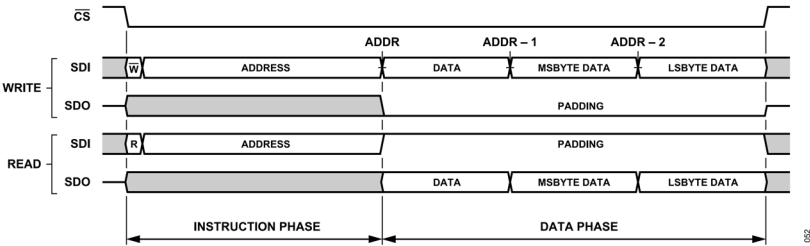
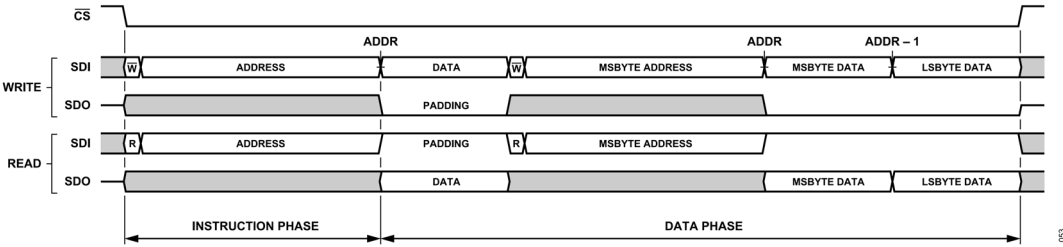
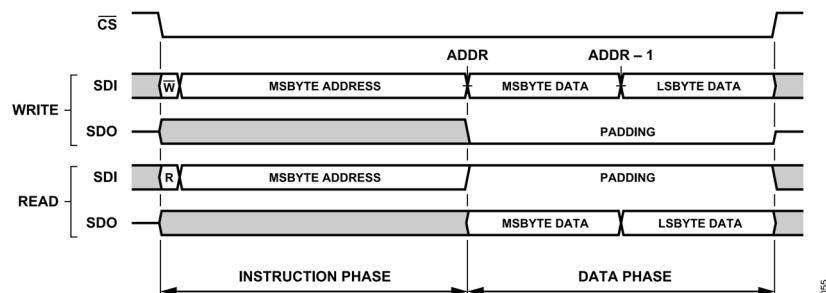
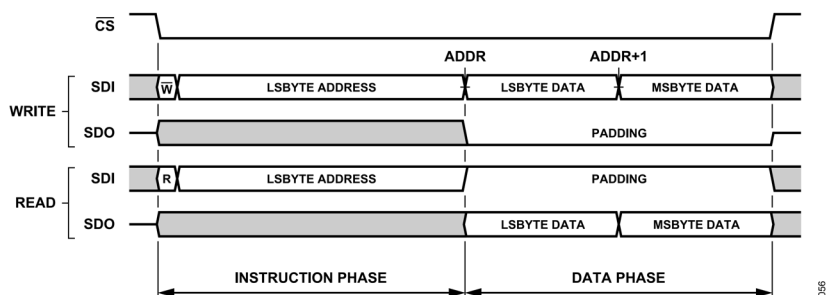

図 56. インターフェース・アクセスの例、インターフェースのデフォルト設定、ストリーミング・モード (ADDR\_ASCENSION = 0)
図 57. インターフェース・アクセスの例、単一命令モード (SINGLE\_INST = 1)、その他すべてのインターフェース・オプションのデフォルト
図 59. 単一命令フォーマット、ADDR\_ASCENSION = 0 (デクリメント)、STRICT\_REGISTER\_ACCESS = 1 (イネーブル済み)
図 60. 単一命令フォーマット、ADDR\_ASCENSION = 1 (インクリメント)、STRICT\_REGISTER\_ACCESS = 1 (イネーブル済み)
図 56 は、デフォルトのインターフェース設定を使用したシリアル・トランザクションの汎用 SPI フレーム・フォーマットを示しています。この例では、バイト幅レジスタとマルチバイト・レジスタで構成される設定レジスタ空間の一部がアクセスされます。バイト幅レジスタのアドレスは最上位アドレス (ADDRESS) にあり、マルチバイト・レジスタの最上位バイトはレジスタ・セグメントの最下位アドレスにあります。デフォルトでは、ADDR\_ASCENSION プロパティは降順に設定されています。これは、最上位のレジスタのアドレスが命令フェーズ中にホスト・コントローラに渡されることを示します。選択さ
単一命令モード (SINGLE\_INST = 1) では、メモリ・アクセス・コントローラは、図 57 に示すように、所与の SPI フレーム内でアクセスされる各レジスタに対して伝送する命令フェーズを必要とします。このモードは、特定の SPI フレーム内でレジスタ空間の隣接していないセクションへのアクセスが必要な場合に便利です。ストリーミング・モードでは、一意のレジスタ・アクセスごとに新しい SPI フレームを開始することで、同じアクセスの柔軟性を実現できることに注意してください。
前のセクションで説明したように、アドレス・アセンション選択 (ADDR\_ASCENSION) ビットは、ストリーミング・モード (SINGLE\_INST=0) で AD4084 に伝送されるデータの各バイトに対して内部インターフェース・アドレス・ポインタがどのように更新されるかを決定します。単一命令モード (SINGLE\_INST = 1) を使用する場合、各レジスタは、図 57 に示されるように、それ自身の命令フェーズを通して直接アドレス指定され、したがって、アドレス・ポインタは更新されません。SINGLE\_INST の設定にかかわらず、ADDR\_ASCENSION ビットは、命令フェーズの開始アドレスの選択およびデータ・フェーズ・ペイロードのバイト順序に関して、SPI フレームのフォーマットに直接影響します。この影響については、厳密アクセス選択とマルチバイト・レジスタのセクションで詳しく説明します。これは、データ・フォーマットの多くがこのインターフェース設定の選択に依存しているためです。ADDR\_ASCENSION 選択ビットは、インターフェース設定 A レジスタ (インターフェース設定 A レジスタのセクションのアドレス 0x00 を参照) にあります。
図 59 に示されるように、アドレス・カウンタは、デフォルトで、マルチバイト・レジスタの最上位バイトが最初にアクセスされ、その後、そのレジスタ内の残りのバイトが昇順にアクセスされるように、自動的にデクリメントします (ADDR\_ASCENSION = 0)。逆に、ADDR\_ASCENSION = 1 の場合、マルチバイト・レジスタの最下位バイトが最初にアクセスされ、次に最上位バイトがアクセスされます。
この概念を拡張すると、STRICT\_REGISTER\_ACCESS=1 の場合、データ転送の最初のエンティティとしてマルチバイト・レジスタにアクセスする SPI フレームは、命令ワードの開始アドレスを ADDR\_ASCENSION 選択に対応するように正しく設定する必要があります。アドレス・カウンタが自動的にデクリメントする場合 (ADDR\_ASCENSION = 0) は、そのマルチバイト・レジスタの最下位バイトのレジスタ・アドレスを先頭アドレスとし、逆に自動的にインクリメントする場合は、最上位バイトのレジスタ・アドレスを先頭アドレスとします。ADDR\_ASCENSION が自動アドレス・デクリメント (0) から自動インクリメント (1) に変更された結果、図 56 と図 57 は、図 59 と図 60 に示すように変更され、データ・フェーズ・バイト順序および命令フェーズ・マルチバイト・レジスタ開始アドレスの変更に対応します。